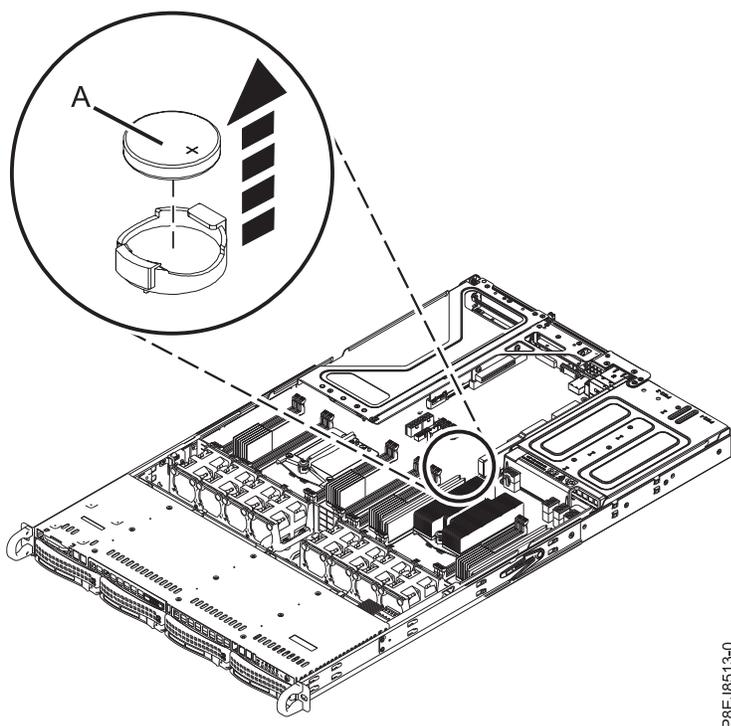

Figure 59. Emplacement de la batterie de l'horloge
2. Retirez la batterie de l'horloge (A) en appuyant avec votre pouce sur le loquet à ressort vers l'arrière du système afin de libérer la batterie. Soulevez la batterie comme illustré dans la figure 59. Lorsque vous retirez la batterie, n'utilisez pas d'outil métallique pour la dégager de son emplacement.